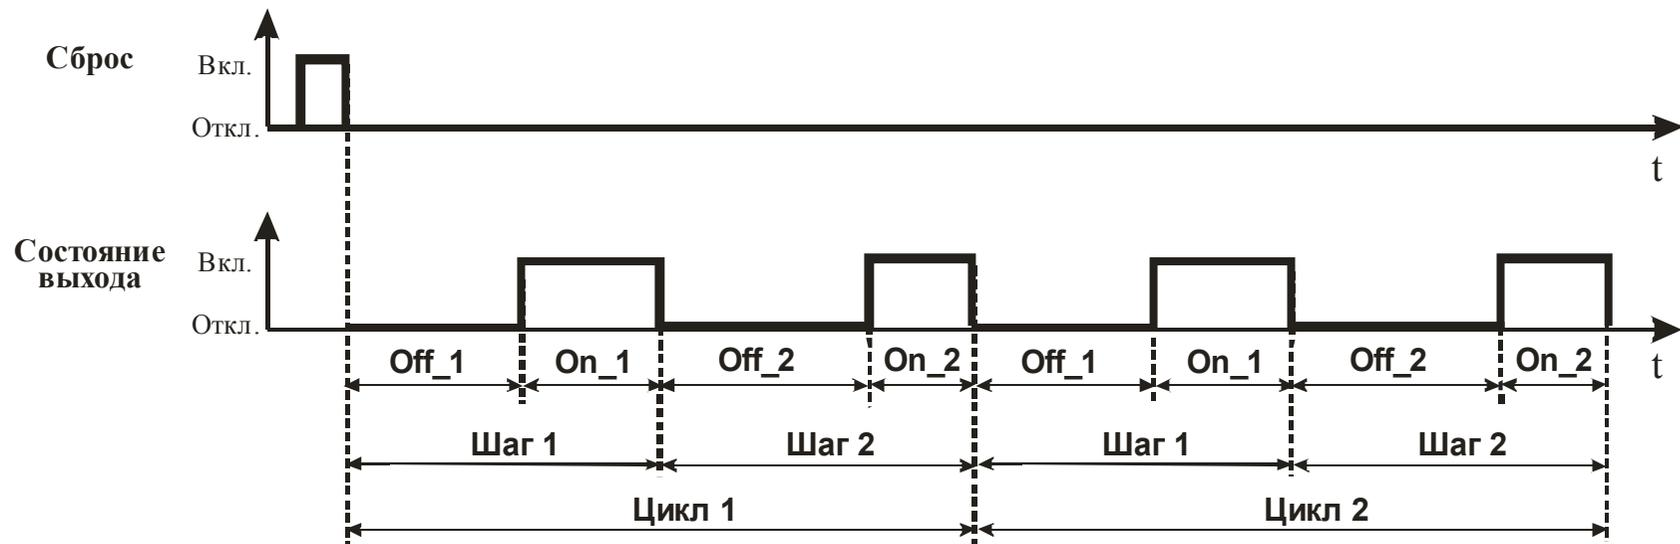

Рисунок 3.2 – Временная диаграмма работы прибора
3.4.2.9 Параметр “Количество циклов” определяет количество циклов при работе прибора (см. рисунок 3.2). Максимальное количество циклов 99. При установке параметра в 0 прибор работает в режиме бесконечного цикла.